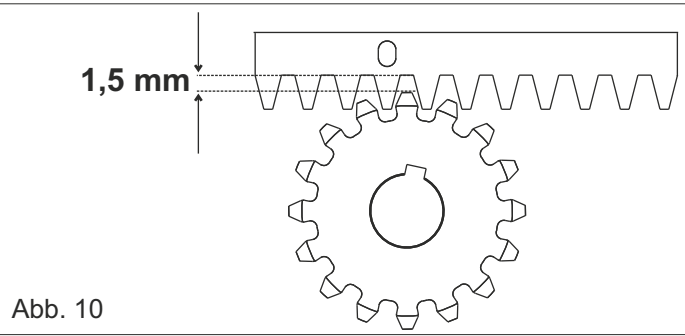

Abb. 10
5.6. Die gesamte Zahnstange muss um 1,5 mm angehoben werden, damit das Gewicht des Tors das Ritzel nicht belastet (Abb. 10).